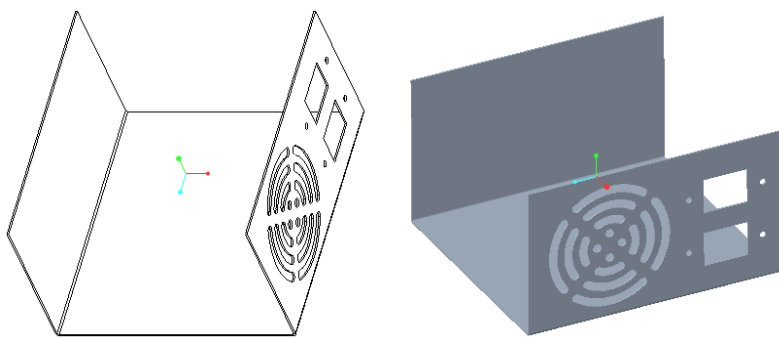

图 6-72 设计电源座安装切口
(4) 接受默认的深度选项为“ (到下一个)”选项，单击 (完成) 按钮，拉伸切割的结果如图 6-72 所示。